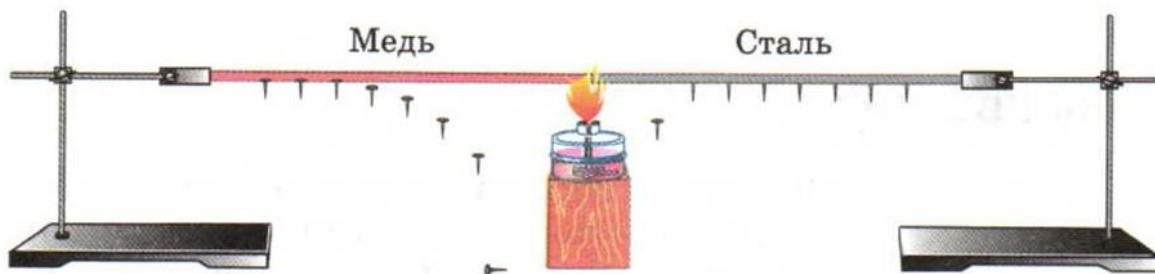

Рис. 8. Теплопроводность разных металлов
2. Объясните опыт (см. рис. 8), показывающий, что теплопроводность меди больше, чем теплопроводность стали. 3. Какие вещества имеют наибольшую и наименьшую теплопроводность? Где их применяют? 4. Почему мех, пух, перья на теле животных и птиц, а также одежда человека защищают от холода?